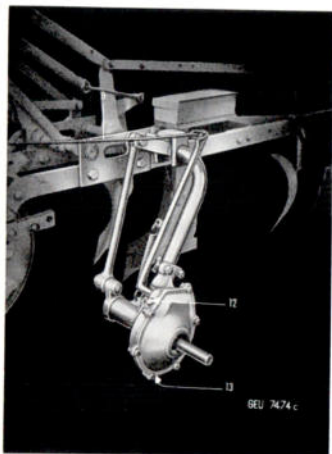

Bild 5: Die Ölbadkupplung
- 6.) Seil 8 mit Knoten oder Schlaufe am Auslösehebel der Kupplung befestigen. (Siehe auch Bild 5.)
Die Ölbadkupplung (Bild 5) braucht keine besondere Wartung. Einmal im Jahr, am besten vor Beginn der Herbstarbeit, ist das Öl abzulassen und durch  $\frac{1}{4}$  Liter frisches, dickflüssiges Öl zu ersetzen.